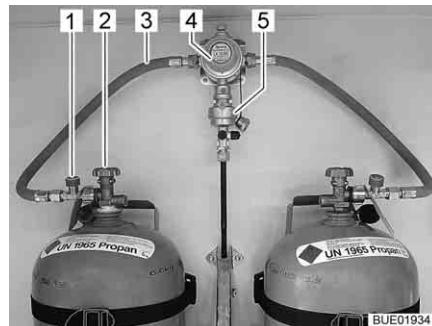
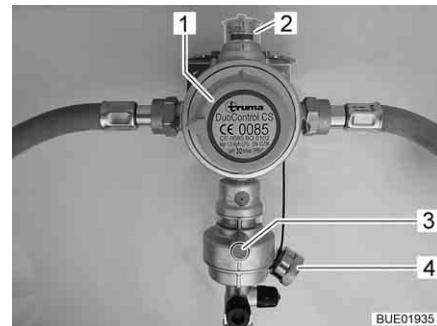
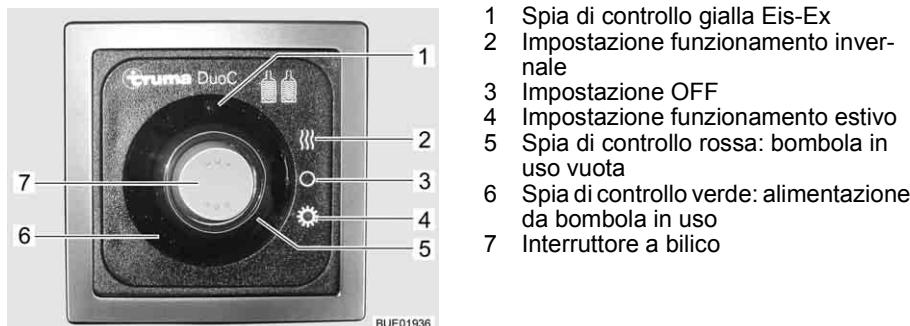

Fig. 98 Bombole del gas con DuoControl
Fig. 99 Impianto di regolazione DuoControl
Fig. 100 Centralina di controllo (DuoControl)
L'impianto di regolazione DuoControl consiste in una valvola di commutazione (Fig. 98,4) e un sensore crash (Fig. 98,5). L'impianto di regolazione DuoControl è installato tra i tubi flessibili del gas (Fig. 98,3) con un dispositivo antirottura del tubo flessibile (Fig. 98,1). Con la manopola (Fig. 99,1) sulla valvola di commutazione è possibile stabilire quale delle bombole del gas viene utilizzata come bombola in uso e quale come bombola di riserva.
Nella finestra di controllo (Fig. 99,2) viene visualizzato lo stato del rifornimento di gas:
Il funzionamento con una sola bombola del gas è consentito, ma in questi casi il collegamento aperto deve essere assolutamente chiuso con una copertura cieca (Fig. 99,4).
**Sensore crash** Il sensore crash blocca l'alimentazione del gas in caso di forti vibrazioni (es. incidente). Il sensore crash viene azionato mediante pressione del tasto reset verde (Fig. 99,3).
**Dispositivo antirottura del tubo flessibile** Il dispositivo antirottura del tubo flessibile (Fig. 98,1) blocca il flusso di gas quando il tubo flessibile collegato si rompe. Il dispositivo antirottura del tubo flessibile deve essere attivato premendo il tasto verde.
**Centralina di controllo** Tramite la centralina di controllo (Fig. 100) è possibile attivare e disattivare l'alimentazione del gas tramite l'impianto di regolazione DuoControl. Le valvole principali di arresto (Fig. 98,2) delle bombole del gas e i rubinetti di arresto del gas degli apparecchi devono essere aperti manualmente. È possibile passare dal funzionamento estivo a quello invernale tramite l'interruttore a bilico (Fig. 100,7) della centralina di controllo. Le due spie di controllo sulla centralina di controllo indicano il livello di riempimento della bombola in uso. Quando la spia di controllo verde (Fig. 100,6) è accesa, la bombola in uso è sufficientemente piena. Se è accesa la spia di controllo rossa (Fig. 100,5), la bombola in uso è vuota. Il rifornimento di gas avviene poi tramite la bombola di riserva.
- Con la manopola (Fig. 99,1) sulla valvola di commutazione selezionare la bombola del gas, da cui proviene la principale alimentazione del gas (bombola in uso). Girare la manopola fino all'arresto.
- Aprire le valvole principali di arresto (Fig. 98,2) delle bombole del gas.
- Premere il tasto verde del dispositivo antirottura del tubo flessibile (Fig. 98,1). Nella finestra di controllo (Fig. 99,2) viene visualizzato il simbolo verde.
- Sulla centralina di controllo (Fig. 100) attivare l'impianto di regolazione DuoControl. Posizionare l'interruttore a bilico (Fig. 100,7) su funzionamento invernale (Fig. 100,2) oppure su funzionamento estivo (Fig. 100,4). La spia di controllo gialla Eis-Ex (Fig. 100,1) si accende quando si seleziona il funzionamento invernale.
- Portare l'interruttore a bilico (Fig. 100,7) nella posizione OFF (Fig. 100,3). Le spie di controllo si spengono.
- Chiudere le valvole principali di arresto (Fig. 98,2) delle bombole del gas.
Se la spia di controllo verde (Fig. 100,6) si spegne durante il funzionamento e la spia di controllo rossa (Fig. 100,5) si accende, significa che la bombola in uso è vuota e deve essere sostituita. Nella finestra di controllo (Fig. 99,2) viene visualizzato il simbolo rosso. La bombola di riserva continua ad alimentare le utenze a gas.
- Ruotare di mezzo giro la manopola (Fig. 99,1) in direzione della bombola del gas utilizzata. In questo modo questa bombola del gas ora è la bombola in uso, mentre la bombola del gas vuota diventa la bombola di riserva. Il simbolo nella finestra di controllo (Fig. 99,2) passa da rosso a verde.
- Chiudere la valvola principale di arresto (Fig. 98,2) della bombola del gas vuota. Osservare la direzione della freccia.
- Premere il tasto verde del dispositivo antirottura del tubo flessibile (Fig. 98,1).